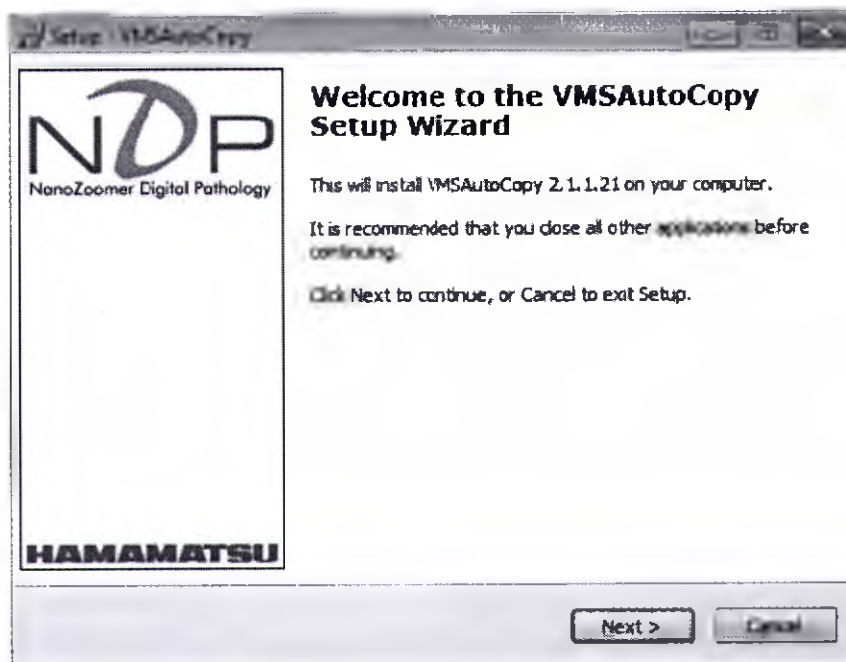

Рисунок 1
(2) На экране появится окно Мастера установки программы VMSAutoCopy (Рисунок 1).